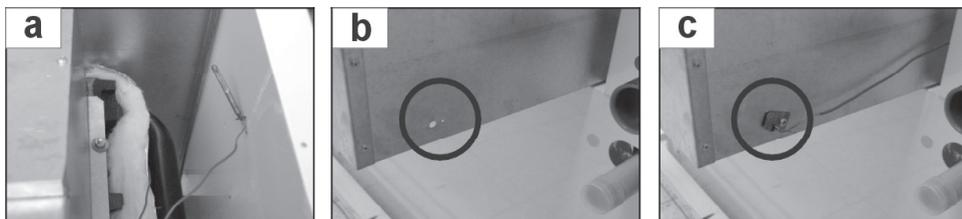

Рис.8
4. После смонтирования прерывателя тяги необходимо установить датчик (капилляру) термостата продуктов сгорания, который размещен внутри котла, около прерывателя тяги. Датчик установите в отверстие в задней части прерывателя тяги и закрепите с помощью зажима и саморезующего винта (рис. 8). Вышеприведенный соединительный материал является частью поставки котла.